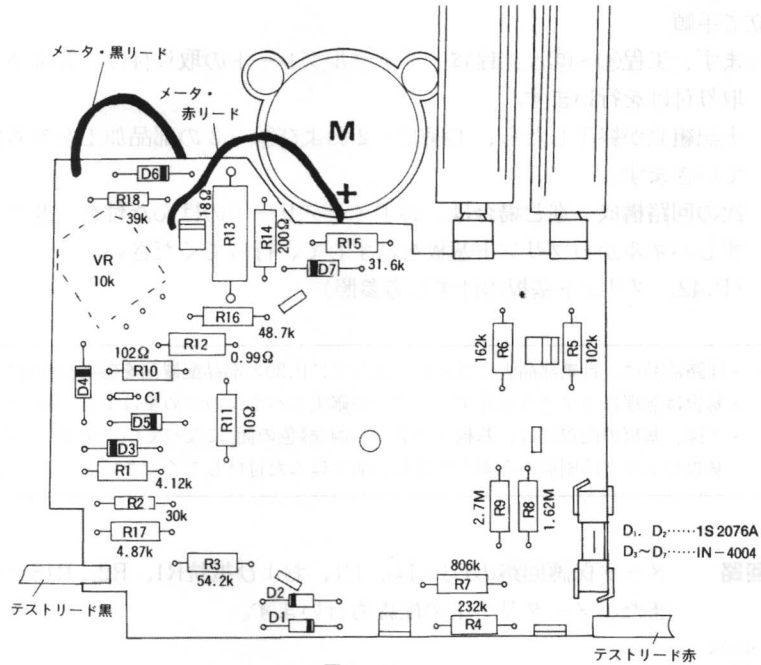

図 3 - 34
- ③ Aの部分にスチルボールを置きます。(図 3)
- ④ そのまま上から押し込みます。(図 3)